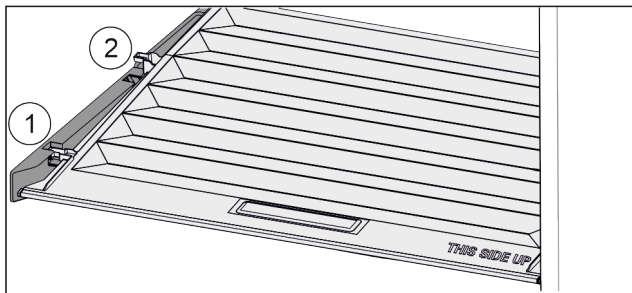

Fig. 124
- ▶ Tirer le couvercle vers l'avant jusque dans l'orifice des pièces de retenue Fig. 124 (1).
- ▶ Le soulever par le bas à l'arrière et le sortir par le haut Fig. 124 (2).